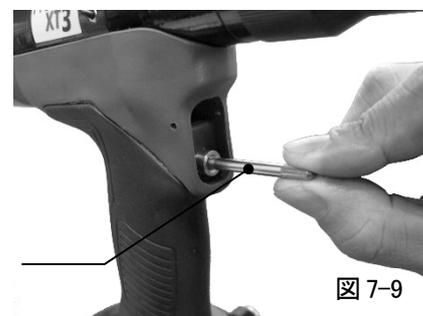

図 7-9
- 3) オプション品 トリガーバルブエキストラクターにてシュレイダーバルブを反時計方向に廻し、外してください。(図 7-9)